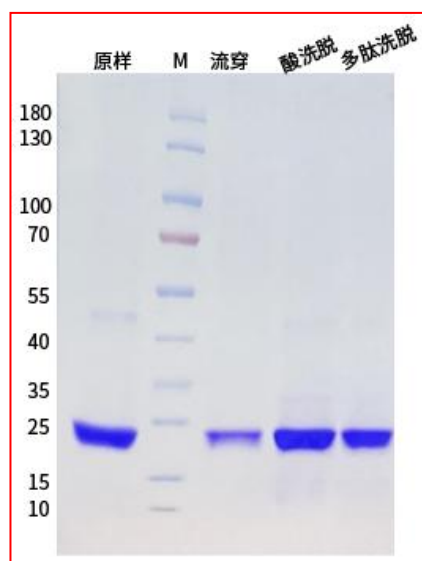

图 2. Magneti-Q Anti-DYKDDDDK Beads 纯化分泌蛋白的 SDS-PAGE 电泳图
- e. 对洗脱产物进行 SDS-PAGE 电泳, 结果请见图 2。